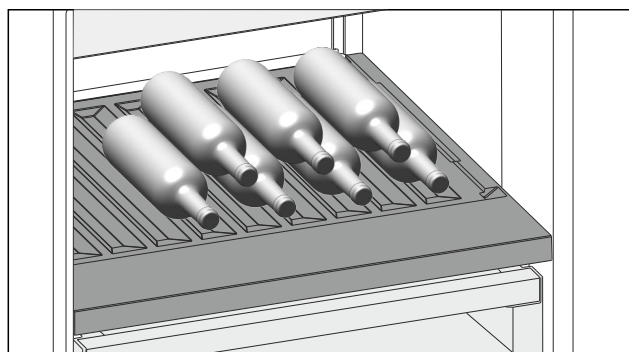

Fig. 99
- ▶ Steklenice vstavite z dnom proti zadnji steni aparata. (glejte Fig. 99)